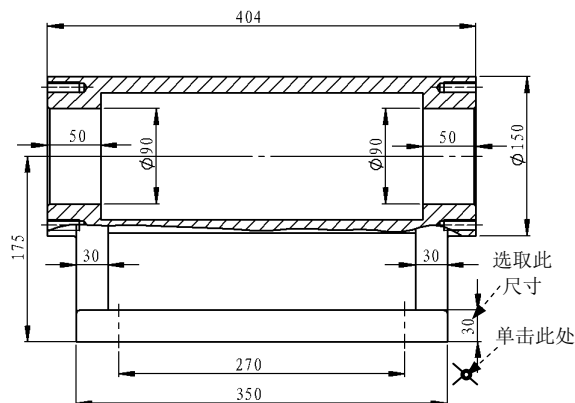

图 6.15.42 选取基准放置位置
Step2. 设置参数。在“基准特征”对话框 **设定(S)** 区域的 **A** 文本框中输入“A”，在 **引线(E)** 区域中取消选中 ☐ 使用文件样式(U) 复选框，单击 ☐ 按钮以显示其他按钮，再单击 ☒ 和 ☒ 按钮。
Step3. 选取基准特征放置位置。选取图 6.15.42 所示的尺寸为标注尺寸，单击图 6.15.42 所示位置为基准特征放置位置。